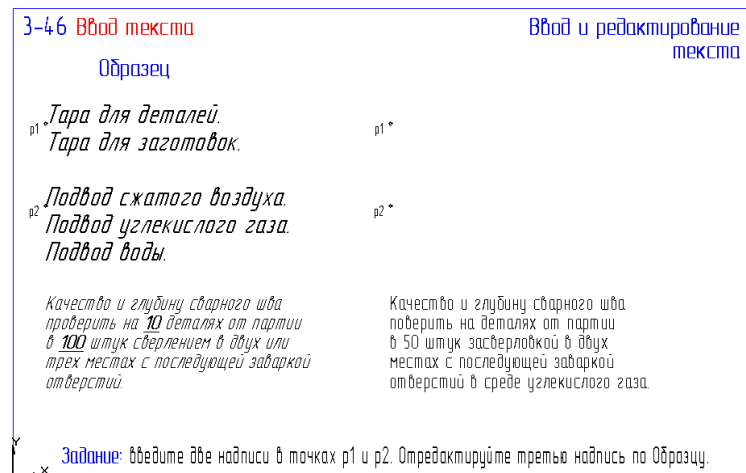

Рис. 60
53. Откройте файл фрагмента 3-46 (рис. 60).